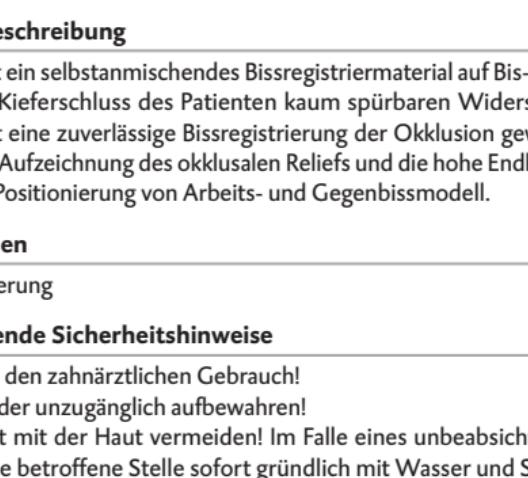

Fig. 1
1. Den Hebel [Fig. 1, Pos. A] an der Rückseite des Automix-Dispensers nach oben drücken und den Schieber [Fig. 1, Pos. B] vollständig zurückziehen.
2. Kunststoffriegel [Fig. 1, Pos. C] nach oben klappen, die Kartusche einsetzen und mit dem Kunststoffriegel [Fig. 1, Pos. C] arretieren.
1. Kartuschenkappe [Fig. 1, Pos. D] oder benutzte Mischkanüle nach Drehung um 90° gegen den Uhrzeigersinn abziehen und verwerfen.
2. Neue Mischkanüle [Fig. 1, Pos. E] aufsetzen.
- ▶ Das Material durch Betätigen des Hebels [Fig. 1, Pos. F] am Automix-Dispenser in der Mischkanüle mischen und direkt applizieren.
2. Kunststoffriegel [Fig. 1, Pos. C] nach oben klappen und die Kartusche entnehmen.
1. Push up the lever [Fig. 1, Pos. A] at the back of the Automix-Dispenser and pull back the slide [Fig. 1, Pos. B] completely.
2. Lift up the plastic lever [Fig. 1, Pos. C], insert the cartridge and lock it using the plastic lever [Fig. 1, Pos. C].
1. Remove the cartridge cap [Fig. 1, Pos. D] or used mixing tip by turning it 90° counterclockwise, and discard it.
2. Attach a new mixing tip [Fig. 1, Pos. E].